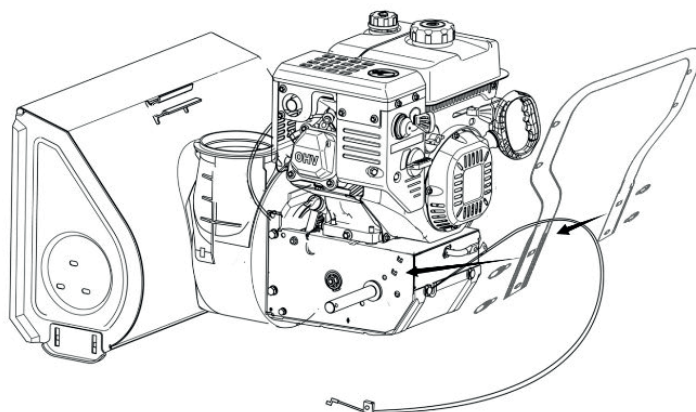

Рис. 2
(1) Установите нижнюю ручку на коробку передач с помощью кареточных болтов, затяните их (рис. 2).